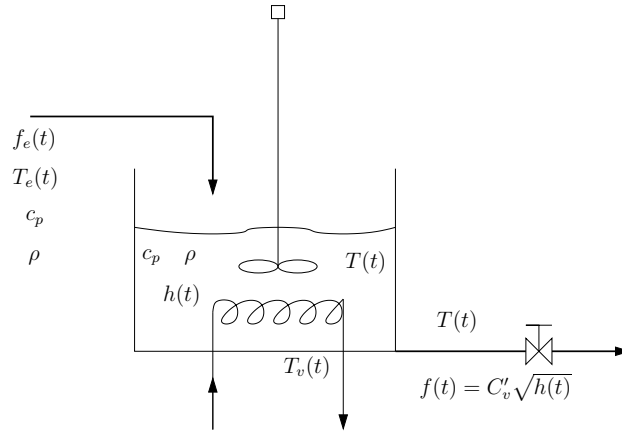

Figura 1: Tanque de aquecimento com agitação.
1. Considere o tanque aquecido com agitação mostrado na Figura 1. Objetiva-se estudar a dinâmica do nível ( $h(t)$ ) e da temperatura ( $T(t)$ ). Considere como sendo conhecidos e constantes: a densidade ( $\rho$ ), a área do tanque ( $A$ ), a capacidade calorífica à pressão constante ( $c_p$ ) (em líquidos  $c_p \approx c_v$ , capacidade calorífica à volume constante) do tanque, a capacidade calorífica à pressão constante ( $c_{p_v}$ ) do líquido que troca calor, a condutância térmica ( $U$ ,  $\dot{Q} = U(T_v(t) - T(t))$ ), a constante de vazão da válvula ( $C'_v$ ).